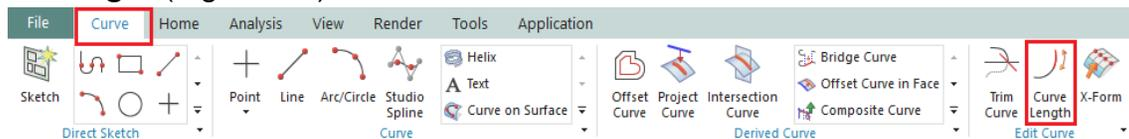

Figura 3.4 Pestaña Curve, función Curve Length.
- En la **ribbon bar** seleccionar en la sección **Edit Curve**, seleccionar **Curve Length** (Figura 3.4).